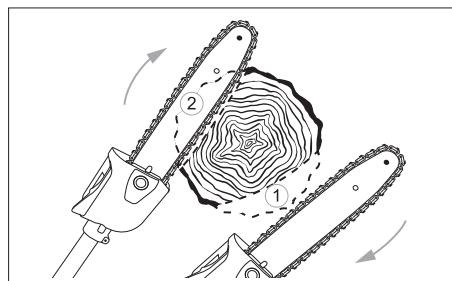

fig. 20
Pour éviter la rupture de l'écorce, le recul et le coincement du guide de scie au cours du branchage commencez toujours par la réalisation d'une coupe facile (1) sur la partie inférieure de la branche. Utilisez le bord coupant et passez-le sous la partie inférieure de la branche sur les tangentes. Après faites la coupe transversale. Coupe facile (fig. 20).